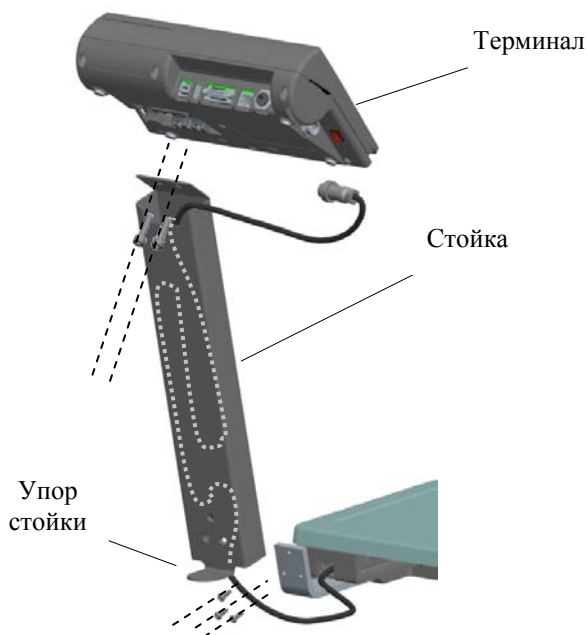

Рис. 4.2 - Сборка весов
4.3 Протянуть кабель внутри стойки и привинтить стойку к кронштейну модуля. Привинтить терминал к стойке (Рис. 4.2).